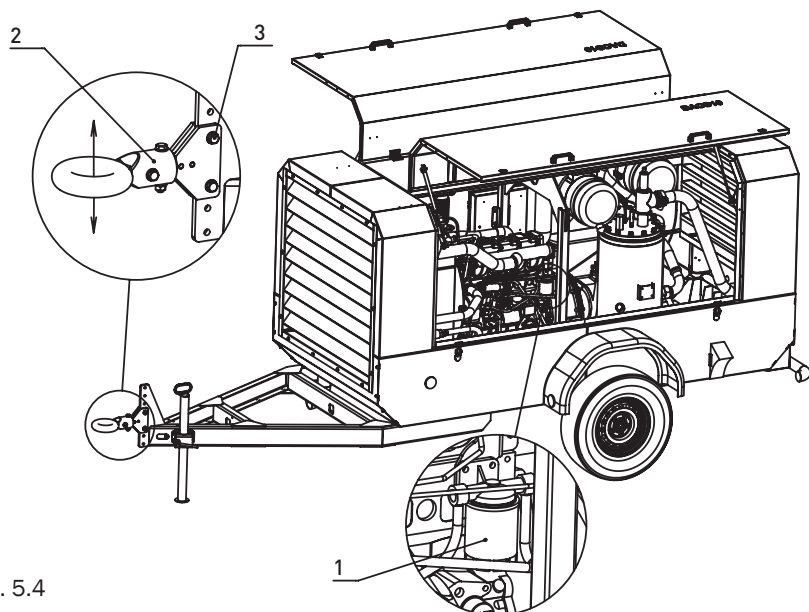

Рис. 5.4
В топливной системе двигателя установлены топливный фильтр предварительной очистки и основной топливный фильтр поз.1 Рис.5.4 (см. Руководство по эксплуатации двигателя).
Если требуется изменить высоту сцепной петли поз.2 Рис.5.4. при буксировке компрессора, то для этого нужно выполнить следующие действия:
1. Отвернуть гайки и вытащить два болта поз.3 Рис.5.4. крепления петли к дышлу.